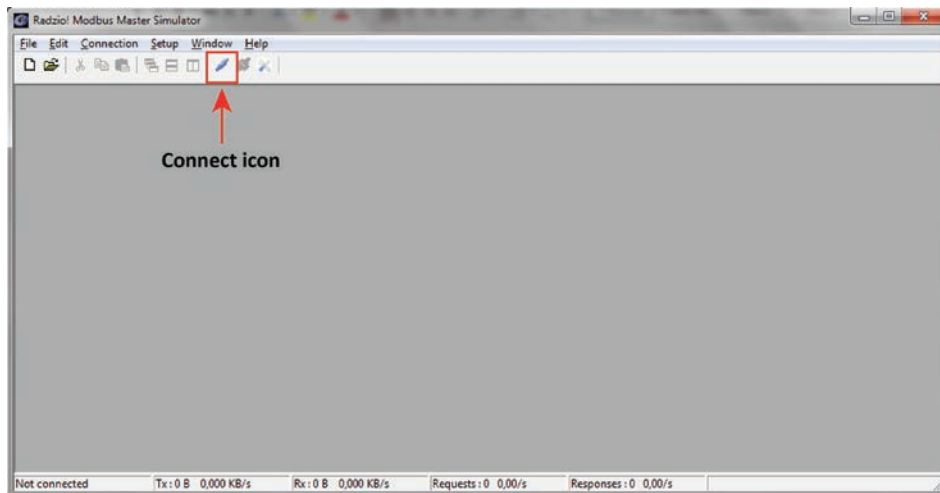

Fig. 8 : icône de connexion
9. Cliquer sur l'icône **Connexion** dans la barre d'outils Radzio afin d'établir les connexions. (fig. 8)